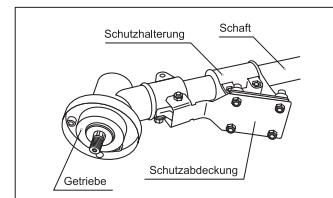

fig. 3
3. Bringen Sie die Schutzbdeckung an der Stange an, bringen Sie sie zwischen die Halterung und die Montageplatte und befestigen Sie sie mit vier Schrauben (Abb. 3).